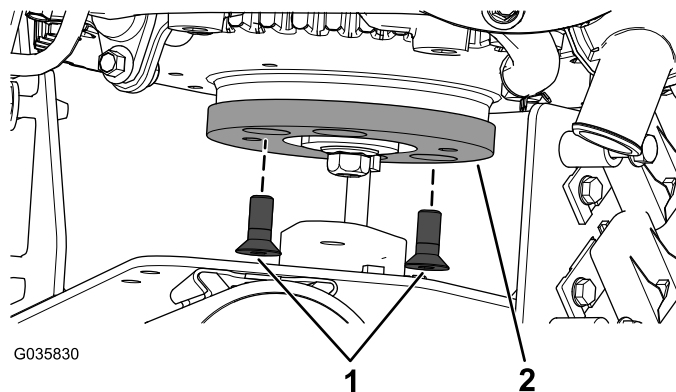

Figura 5
1. Retire os parafusos com cabeça chata sextavada interior da placa do adaptador (Figura 5).
2. Remova a placa do adaptador (Figura 5).